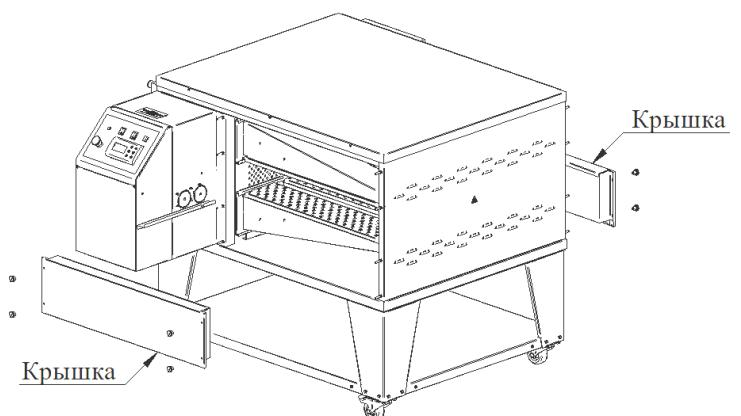

Рис. 13
2. Выкрутить гайки M6 и снять нижние крышки (см. Рис. 13).